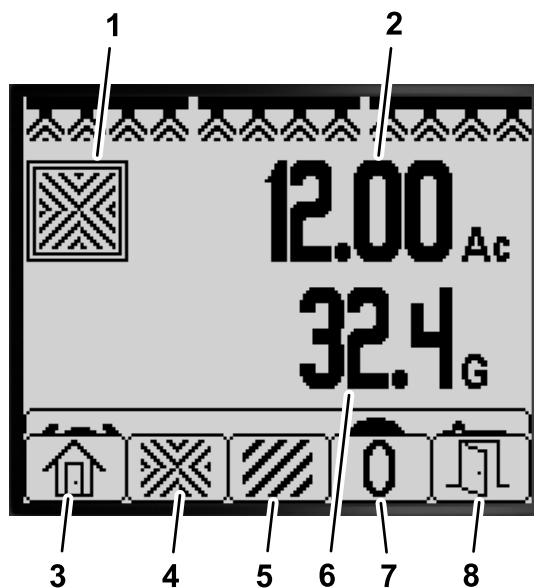

Figure 76
1. Dans l'écran d'accueil, appuyez momentanément de manière prolongée sur un bouton pour ouvrir la barre de menu (Figure 75 et Figure 76).
2. Appuyez sur le bouton 2 pour ouvrir l'écran Superficie totale (Figure 76).
- Utilisez les boutons de l'InfoCenter (Figure 76) pour effectuer les actions suivantes :